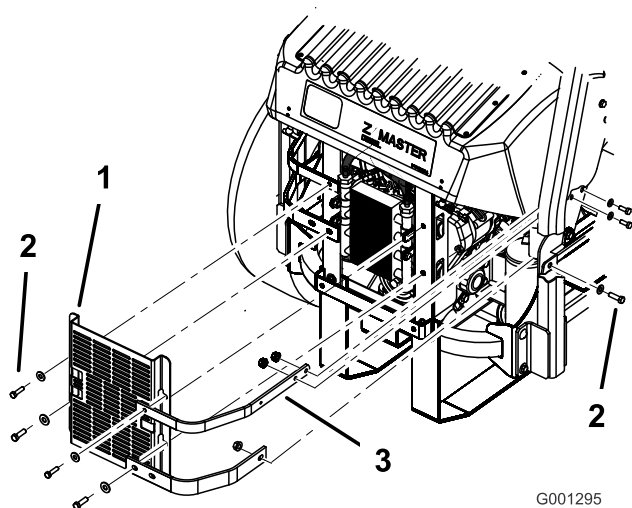

Bild 60
3. Entfernen Sie die vier Schrauben, mit denen die Ölkühlerabdeckung hinten am Rahmen befestigt ist (Bild 60).
4. Nehmen Sie die drei Schrauben ab, mit denen die Motorriemen seitlich an der Maschine befestigt sind (Bild 60).
- Montieren Sie die Ölkühlerabdeckung und die Motorriemen mit den vier vorher entfernten Schrauben am hinteren Rahmen (Bild 60).
- Montieren Sie die Motorriemen seitlich an der Maschine (Bild 60).